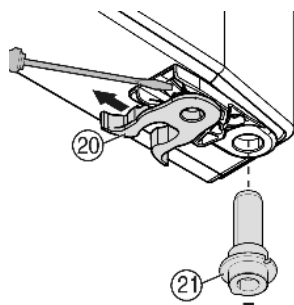

Fig. 9
- ▶ переставить пружинный зажим Fig. 9 (20): Нажмите вниз язычок защелки, снимите с него пружинный зажим.
- ▶ Извлеките опорный палец Fig. 9 (21) из втулки двери и вставьте вместе с шайбами на противоположную сторону. Язычок защелки должен быть направлен к внутренней стороне двери, паз — к внешней стороне.
- ▶ Поверните нижнюю часть двери и вставьте опорный палец Fig. 9 (21) в опорный кронштейн. При необходимости покрутите опорный палец, чтобы он смог заско- чить.